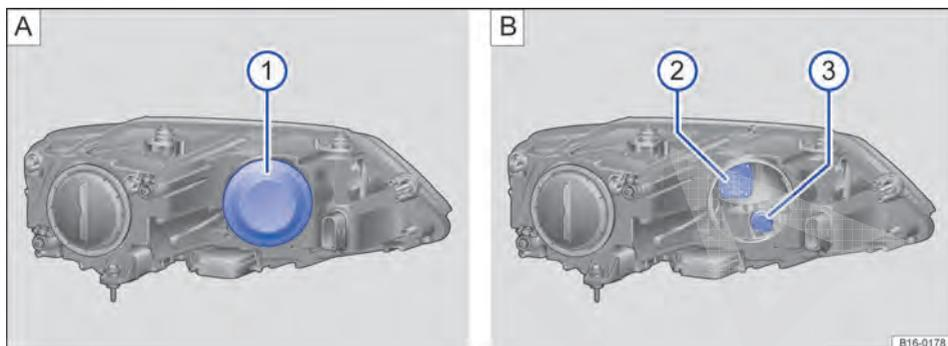

Fig. 242 No compartimento do motor: ① cobertura no farol dianteiro esquerdo, ② farol de conversão, ③ lanterna dos indicadores de direção.
3.	Remover a cobertura de borracha → Fig. 242 ① na parte traseira do farol.
4.	Girar o suporte da lâmpada ② ou ③ respectivamente até o batente no sentido anti-horário e retirar com a lâmpada incandescente para trás.
7.	Instalar a cobertura de borracha ①.